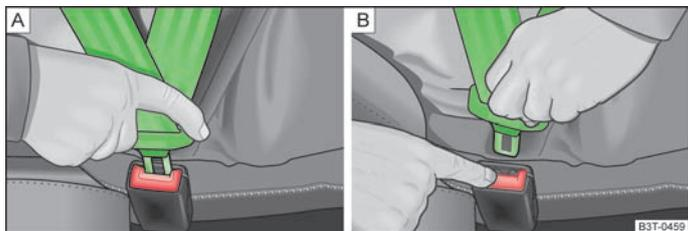

Abb. 93 Sicherheitsgurt anlegen / ablegen
- Die Schlosse in das zum Sitz gehörende Gurtschloss » Abb. 93 - [A] stecken, bis diese hörbar einrastet.
- Die rote Taste im Gurtschloss » Abb. 93 - [B] drücken, die Schlosse springt heraus.